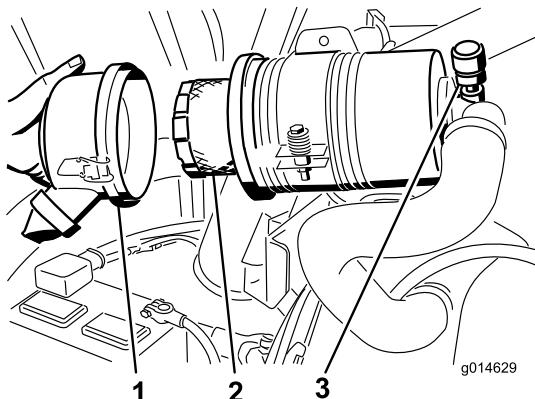

Figure 59
- Déposez et remplacez le filtre (Figure 59).